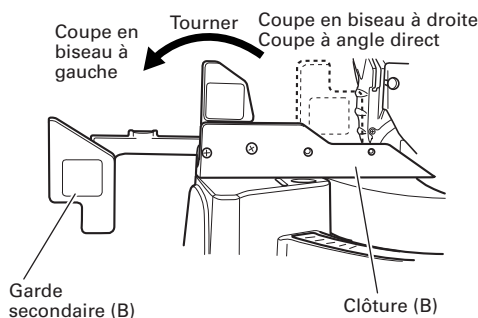

Fig. 12
Cet outil électrique est équipé d'une garde secondaire (B). Dans le cas d'une coupe à angle direct et d'une coupe en biseau à droite, utiliser la garde secondaire (B). On pourra ensuite exécuter une coupe stable du matériau avec une large face arrière. Dans le cas d'une coupe en biseau à gauche, soulever la garde secondaire (B) comme le montre la Fig. 12, puis la tourner dans le sens contraire des aiguilles d'une montre.